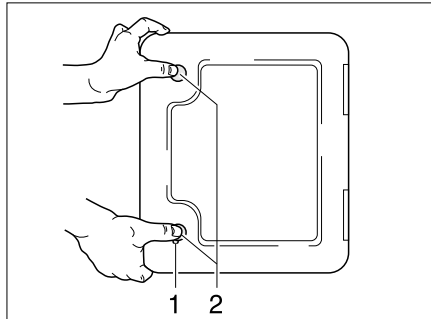

Bild 31 Klappe für Toiletten-Kassette
- Schlüssel in Schließzylinder des Druckschlusses (Bild 31,1) stecken und eine viertel Umdrehung drehen.
- Beide Druckschlösser (Bild 31,2) gleichzeitig mit dem Daumen drücken und Klappe für Toiletten-Kassette öffnen.
- Schlüssel in Schließzylinder (Bild 31,1) stecken und eine viertel Umdrehung drehen.